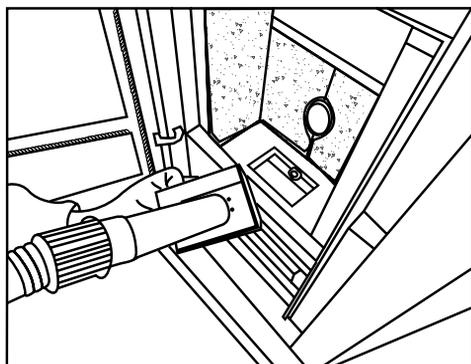

Fig. A3
- Tubo de aluminio: Se utiliza para aspirar las cenizas de su calefactor a leña y/o pellet (Fig. A3).
- Cuando aspire cenizas, la temperatura de la ceniza debe estar por debajo de los 40°C. No aspirar cenizas cuando se aprecia que el fuego no se extingue. (Fig. A3)